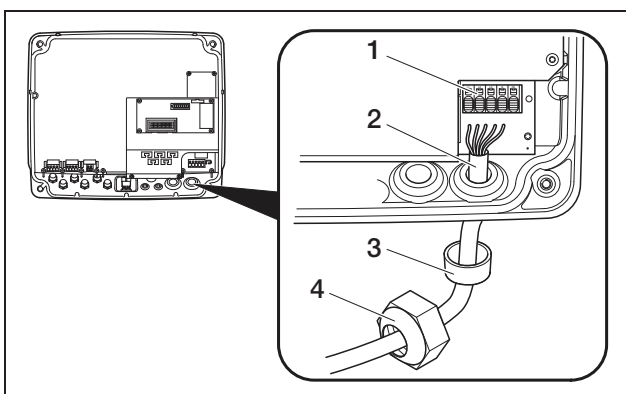

Abbildung 12: Netzzuleitung verlegen
- Fädeln Sie erst die abgeschraubte Überwurfmutter (4 in Abbildung 12) und dann den Dichtring (3 in Abbildung 12) auf die Netzzuleitung.